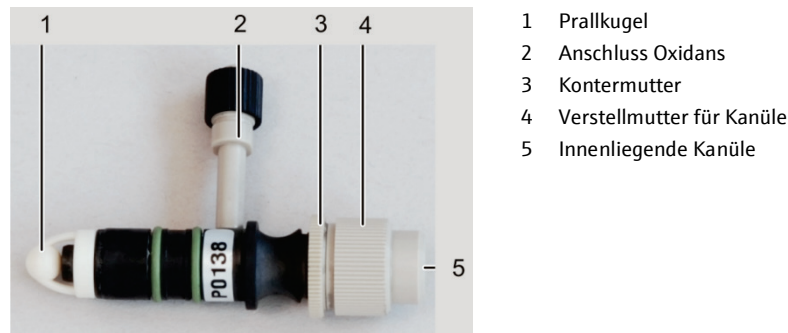

Bild 65 Einzelteile des Zerstäubers
Kontermutter (3 in Bild 65) lösen.
Kanüle mit Verstellmutter (4 in Bild 65) in der Tiefe verstellen.
8. Nach Abschluss des Justiervorgangs Einstellung mit Kontermutter (3 in Bild 65) sichern.